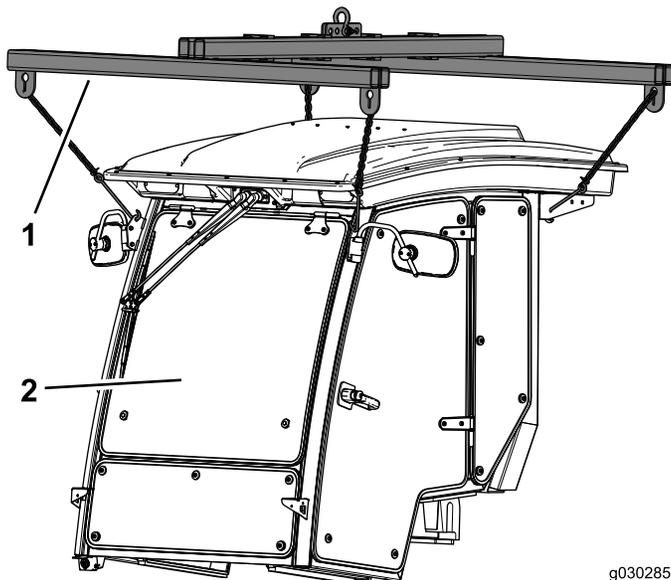

Figure 20
- Utilisez le palan pour cabine Toro, ou un équipement similaire, pour soutenir la cabine (Figure 20).